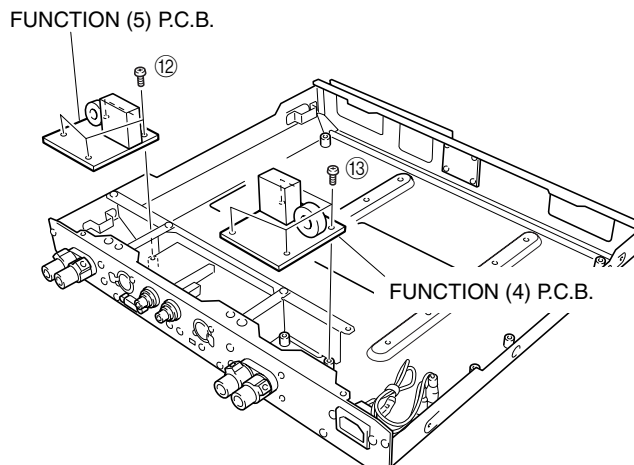

Fig. 5
7. Removal of FUNCTION (5) P.C.B.
- Remove 4 screws (12). (Fig. 5)
- Remove the FUNCTION (5) P.C.B. upward.
8. Removal of FUNCTION (4) P.C.B.
- Remove 4 screws (13). (Fig. 5)
- Remove the FUNCTION (4) P.C.B. upward.
7. FUNCTION (5) P.C.B.の外し方
- ⑫のネジ4本を外します。(Fig. 5)
- FUNCTION (5) P.C.B.を上方に取り外します。
8. FUNCTION (4) P.C.B.の外し方
- ⑬のネジ4本を外します。(Fig. 5)
- FUNCTION (4) P.C.B.を上方に取り外します。